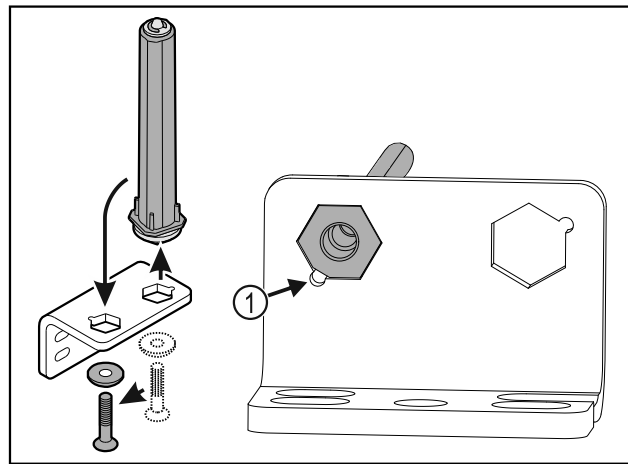

Fig. 30
- ▶ Bodite pozorni, da pri vstavljanju izravnalne točke sornika Fig. 30 (1) kažejo v smeri okrogle luknje.